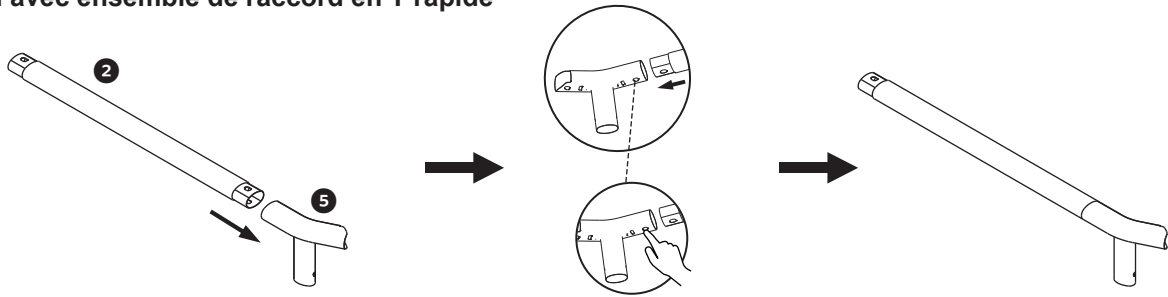

Figure 2
- c) Répétez les étapes a) et b) pour les autres ensembles de raccords en T et un ensemble de raccord en T rapide ⑤ (voir la Figure 2).